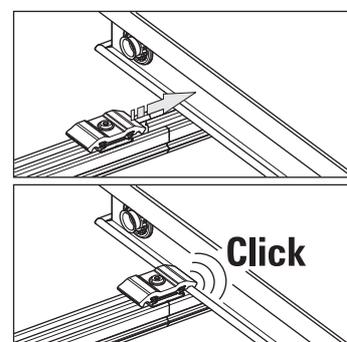

Figura 3-24 Posizionare la piastrina di bloccaggio doppia
- Spingere le piastrine di bloccaggio doppie sul collettore piano montato per ultimo, finché il profilato di bloccaggio non si innesta nel profilato del telaio del collettore (Figura 3-24).